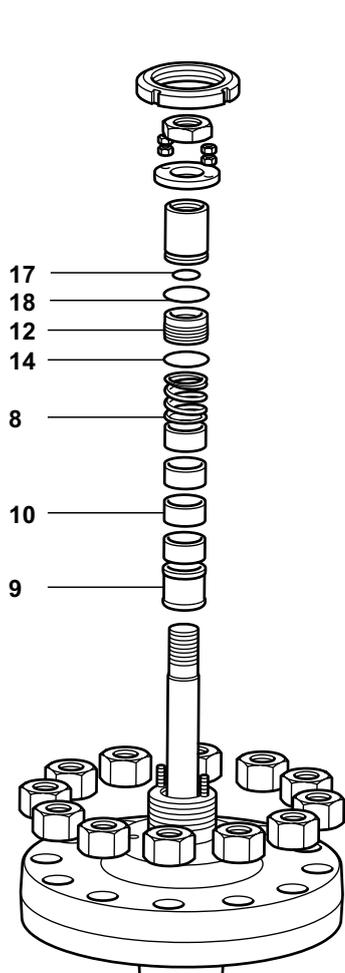
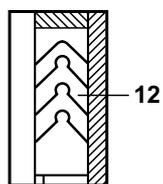
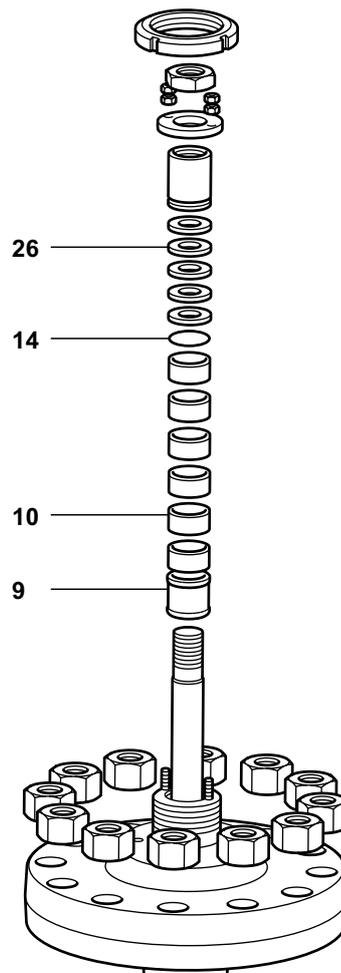

Bild 13: PTFE Spindelabdichtung
Bild 14
Bild 15: Graphit Spindelabdichtung
- Kontermutter (20) entfernen und die Kegelstange abziehen.
- „O“ Ringe (17 und 18 – Bild 13) aus der Stopfbuchsmutter (11 – Bild 13) entfernen. Sicherstellen, daß die Halterungen der „O“ Ringe sauber und unbeschädigt sind und sie mit neuen „O“ Ringen bestücken. Es wird empfohlen die „O“ Ringe mit etwas Silikonfett zu schmieren.
- Die PTFE Stopfbuchspackung (12) entfernen und wegwerfen.
- Alle Metallkomponenten, wie Unterlegscheibe (14 – Bild 13), Feder (8), Führungsbuchse (9) und Abstandshalter (10) herausnehmen und zählen. Die Anzahl variiert je nach Nennweite des Ventils.
- Die gesamte Stopfbuchshalterung reinigen und in der richtigen Reihenfolge (Bild 14) wieder zusammenbauen.
Hinweis: Die untere Führungsbuchse (Bild 14) wird mit der Rundung nach unten eingesetzt. Die Dachmanschetten werden eine nach der anderen eingesetzt. Es kann nach einsetzen von 2 oder 3 Dachmanschetten erforderlich werden, sie mit Hilfe der Stopfbuchsmutter (11 – Bild 13) zu komprimieren. Diesen Vorgang wiederholen, bis alle erforderlichen Komponenten eingebaut worden sind.
- Auf das Gewinde des Stopfbuchsmutter (11 – Bild 13) etwas Schmiermittel aufbringen und sie dann 2 oder 3 Drehungen in das Ventiloberteil reindrehen. Zu diesem Zeitpunkt reicht es, wenn die Stopfbuchspackung lose angezogen ist.
- Die Stopfbuchsmutter (11 – Bild 13) muss erst fest angezogen werden, wenn das Oberteil – wie in Kapitel 5.6 beschrieben – korrekt befestigt worden ist.
- die Graphit Stopfbuchspackung (26 – Bild 15) entfernen und wegwerfen.
- Alle Metallkomponenten, wie Unterlegscheibe (14 – Bild 15) und Abstandshalter (10) herausnehmen und zählen. Die Anzahl variiert je nach Nennweite des Ventils.
- Die gesamte Stopfbuchshalterung reinigen und in der richtigen Reihenfolge (Bild 15) wieder
Hinweis: Die untere Führungsbuchse (9 – Bild 15) wird mit der Rundung nach unten eingesetzt.